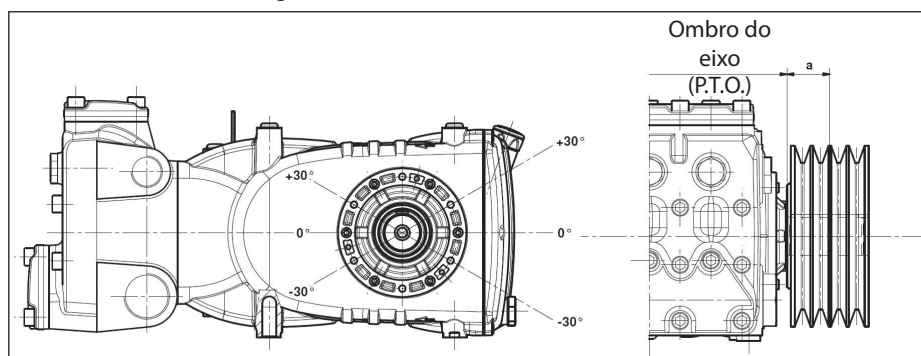

Fig. 10
A carga radial sobre o eixo não deve ser superior a 7500 N (valor necessário para a definição do layout). A transmissão é considerada adequada se esta carga for aplicada a uma distância máxima de $a = 40 \text{ mm}$ do ombro do eixo (P.T.O) como indicado em Fig. 10.
- b) Use correias de alto rendimento - por exemplo **XPB** ao invés de **SPB** - pois resultará necessário uma quantidade inferior de correias com a mesma potência transmitida e uma conseqüente distância inferior do resultante em relação ao ombro do eixo (P.T.O.) "a" de Fig. 10.